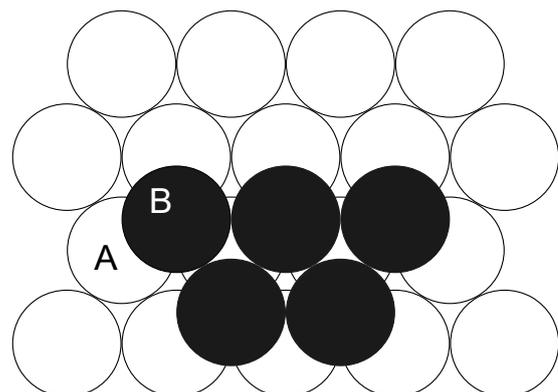

Abb. 1.2: Jede zweite Mulde (!) wird durch einen darüberliegenden Atomrumpf belegt. Q: commons.wikipedia.org. A: Twisp
1.3 Ermitteln Sie mithilfe der Abb. 1.2 die Koordinationszahl eines Atom(rumpf)s. Das ist die Gesamtanzahl unmittelbar benachbarter Atome.